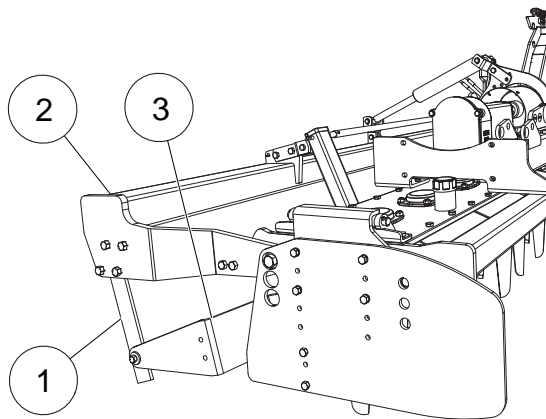

FIG. 8
Die Maschine kann mit der abgebauten Walze transportiert werden; Eisenhalterungen (1, "Fig. 8") werden benötigt, um die Planierschiene (3) an der Walzenträgerschiene (2) zu befestigen
- Die Schrauben der Walzenhalterungen (1, "Fig. 8").